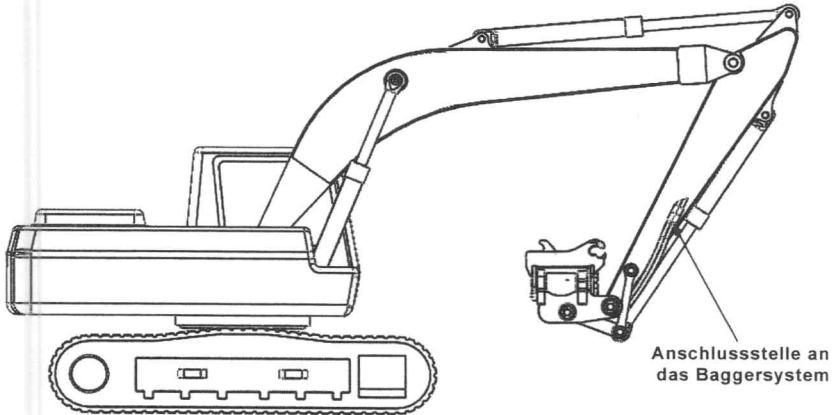

Abbildung 1: Stielpositionen für den Spülvorgang – Umgedrehter PowerTilt
- Drehen Sie den PowerTilt ein (fahren Sie den Stielzylinder aus) und verlagern Sie sowohl den Löffelstiel als auch den Hauptausleger, bis der PowerTilt sich etwa in der in Abb. 1 unten dargestellten Position (komplett umgedreht, wobei die PowerTilt-Anschlüsse nach unten zeigen) und in einem geeigneten Abstand vom Boden befindet.
- Machen Sie den Schlauch ausfindig, der den Anschluss P1 des PowerTilt mit der Hydraulikanlage des Baggers verbindet. Treffen Sie Vorbereitungen, um austretende Hydraulikflüssigkeit aufzufangen und lösen Sie dann die Verbindung am Schlauch des Baggers oder an der Anschlussstelle zur Verrohrung ein wenig (Abb. 1), um den verbliebenen Druck abzulassen. Trennen Sie anschließend den Schlauch vorsichtig.